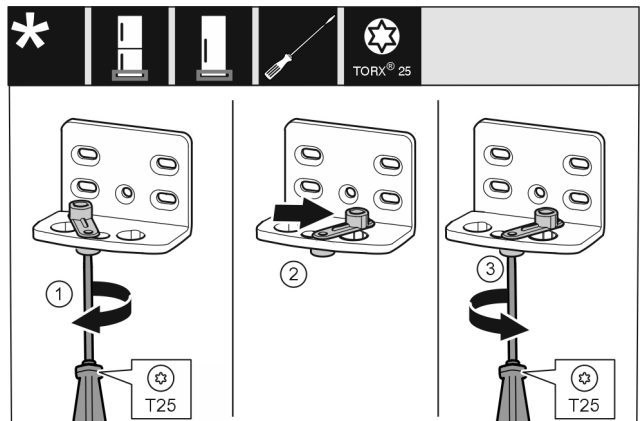

Fig. 14
- ▶ Løsn skruen med skruetrækkeren T25. Fig. 14 (1)
- ▶ Løft dørlukningshjælpen, og drej den 90° mod højre i hullet. Fig. 14 (2)
- ▶ Stram skruen med skruetrækker T25. Fig. 14 (3)